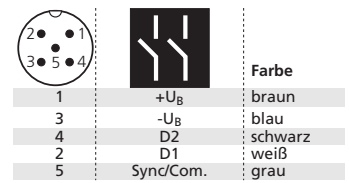

Abb. 2: Pinbelegung mit Sicht auf den Sensorstecker und Farbkodierung der microsonic-Anschlusskabel
- Schließen Sie das Anschlusskabel an den M12-Gerätestecker an, siehe Abbildung 2.